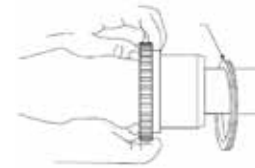

Figure 4 - Exemple de placement du comparateur à cadran pour la mesure de l'alignement axial.
- 7.5. Installez un comparateur à cadran pour lire l'avancement axial du moyeu comme indiqué sur la figure 4. Le comparateur peut aussi être positionné de telle façon qu'il touche l'extrémité du moyeu. Mettez le comparateur à « zéro ».